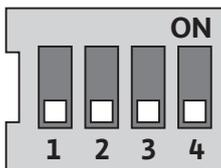

Fig. 30: conmutadores DIP
Los conmutadores DIP (Fig. 14, pos. 5/ Fig. 30) se encuentran bajo la cubierta de la carcasa.